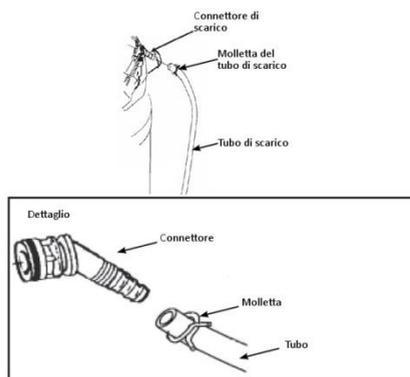

**Figura 5 - Funzionamento del bypass**
Una volta installato, fare riferimento alla Figura 5 e al paragrafo Regolazione della durezza residua tramite la valvola di bypass a pagina 23 per il funzionamento del bypass.
4. Posizionare il bypass in posizione di servizio (Figura 5) avendo cura di eseguire la manovra delicatamente onde evitare un aumento troppo rapido della pressione nell'addolcitore.